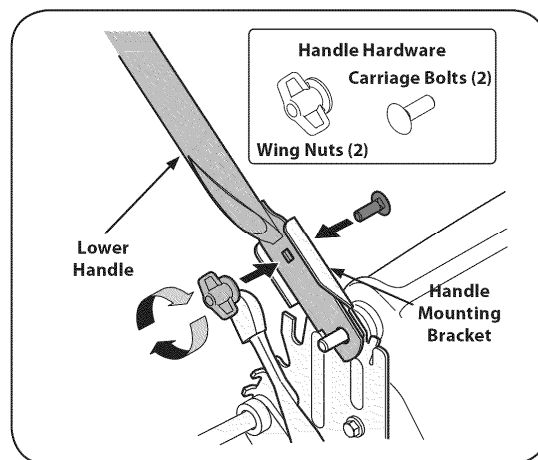

РИС. 2
Удостоверьтесь, что нижняя ручка плотно прикреплена, займитесь монтажом кронштейна Рис. 2. Будьте внимательны, чтобы тросики не попали под рукоятку, во время монтажа.
2. Вставьте болт, который Вы сможете найти при монтаже ручки в прикрепленном пакете, там же Вы найдете гайку с пластиковыми крыльями. Повторите те же действия с другой стороны ручки, как показано на Рис.2.